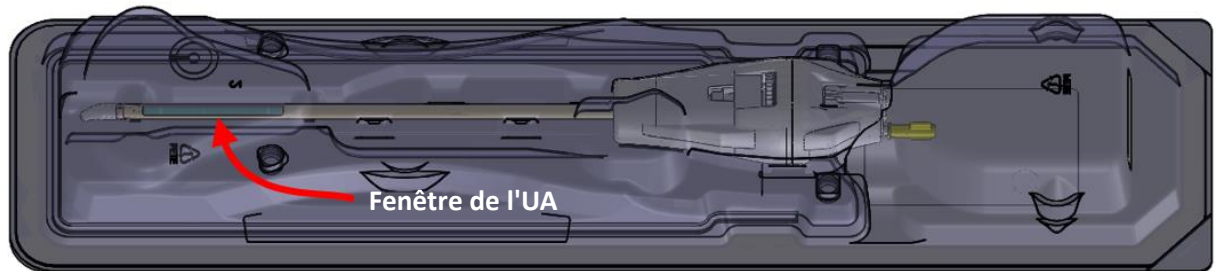

Figure 21 : Fenêtre de l'UA
- g. Examiner attentivement la fenêtre de l'UA à travers l'emballage afin de repérer les bulles (Figure 21). Il ne devrait y avoir **aucune** bulle visible, **peu importe** la taille. Si des bulles sont visibles, tapoter doucement l'extrémité de l'emballage où se trouve la fenêtre UA contre la surface de travail pour les déloger. Si des bulles sont toujours présentes, répéter la procédure depuis l'étape « a ».